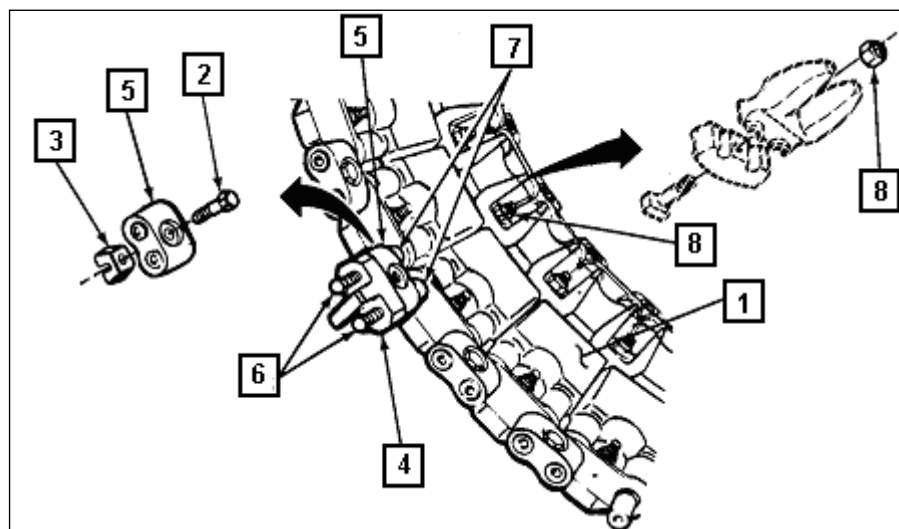

Fig 6-14. Remoção de patim
a. Remoção (Fig 6-14)
(1) Desconectar a lagarta no patim (1) a ser removido.
(2) Afrouxar ambos os parafusos das cunhas dos conectores (2) nos lados opostos do patim a ser removido e, se necessário, bater de leve os parafusos com martelo para afrouxar as cunhas (3). Remover os parafusos e cunhas.
(3) Instalar o extrator do conector (4) no conector (5). Apertar os parafusos do extrator (6) junto aos conectores dos pinos do patim da lagarta (7) e bater de leve as cabeças dos parafusos do extrator com um martelo. Girar os parafusos do extrator alternadamente e manter o conector movimentando de forma alinhada aproximadamente 2,5 cm nos pinos do patim. Repetir o procedimento no lado oposto do conector.
(4) Enquanto sustenta o patim da lagarta (36,32 Kg), remover a porca (8) do parafuso da guia central. Bater de leve no centro da guia com martelo para afrouxar os pinos do patim (7).